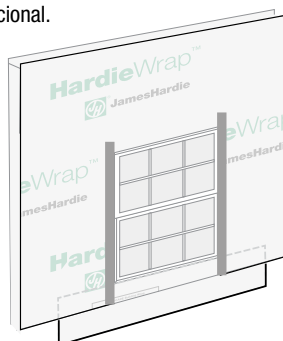

ilustración 13
- Selle con cinta las uniones verticales como se muestra usando cinta selladora HardieWrap Seam Tape (ilustración 13).